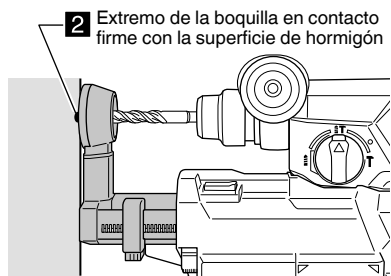

Fig. 11
- (2) Libere la boquilla y permítala que haga un contacto firme con la superficie de hormigón. (Fig. 11)